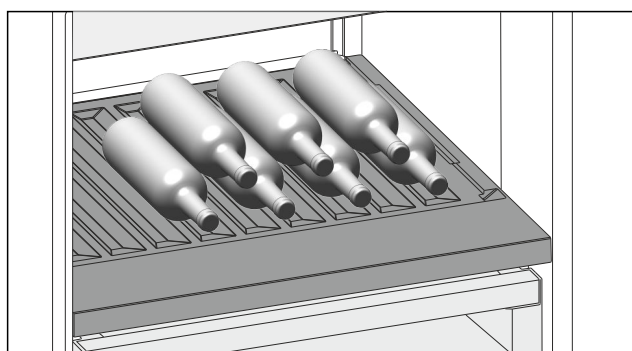

Fig. 148 Beispielhafte Darstellung
- Flaschen mit dem Boden nach hinten zur Rückwand einlegen. (siehe Fig. 148)